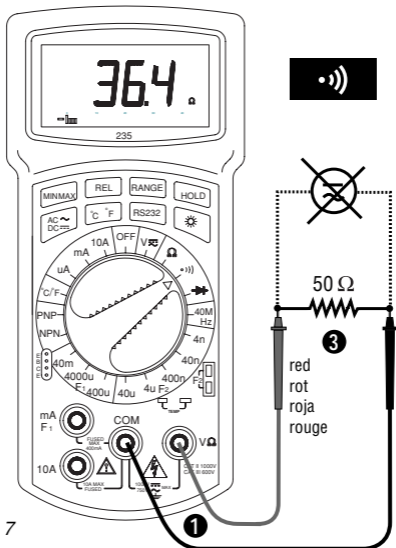

Fig. 7
CONTINUITY TEST (See Fig. 7)
D • Durchgangstest (siehe Fig. 7)
Bei Durchgang wird ein Dauerton abgegeben. ❶ Meßkabel gemäß Fig. 7 mit dem Gerät verbinden. ❷ Wahlschalter auf stellen. ❸ Meßkabel mit dem Schaltkreis verbinden. ❹ Ein Dauerton wird abgegeben bei Widerstand unter 40 Ohm.